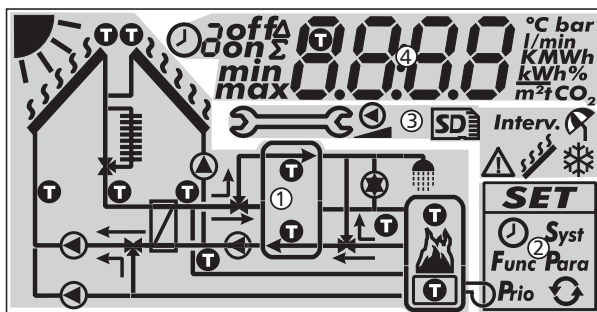

Fig. 8 : Aperçu des zones d'affichage (l'ensemble des éléments est représenté)
Le tableau suivant décrit les symboles du graphique du système (① sur la Fig. 8).
Le menu de configuration (② sur la Fig. 8) contient les entrées suivantes :
Le tableau suivant décrit les pictogrammes pour les fonctions (③ sur la Fig. 8).
L'affichage des valeurs d'exploitation et de configuration (④ sur la Fig. 8) se compose des éléments suivants :
①	Symbole pour le contrôle temps des fonctions. Le symbole s'affiche lorsque : <ul style="list-style-type: none"> <li>• une limite de temps ou un contrôle temps est configuré.</li> <li>• l'état de la limite de temps ou du contrôle temps est affiché.</li> <li>• la limite de temps bloque un contrôle température (le symbole clignote).</li> </ul>
②	Numéro de la plage horaire qui vient d'être définie/affichée dans le menu de configuration ou dans laquelle se situe l'heure actuelle. Le contrôle temps d'une fonction se compose de 1 ou 3 plages horaires réglables. Exemple : Plage horaire 1 : 06:00 – 08:00 Plage horaire 2 : 11:00 – 12:30 Plage horaire 3 : 17:00 – 19:00
③	Informations complémentaires : on, off: état de commutation/condition de commutation activé, désactivé max, min: valeur maximum , valeur minimum $\Sigma$ : valeur cumulée d'exploitation depuis la première mise en service, non-réinitialisable $\Delta$ : valeur cumulée d'exploitation depuis la dernière remise à 0
④	Le symbole s'affiche lorsqu'une sonde de température est sélectionnée pendant le réglage d'une fonction.
⑤	Affichage de : <ul style="list-style-type: none"> <li>• valeurs de mesure</li> <li>• valeurs de configuration</li> <li>• codes d'erreur</li> <li>• autres informations, version du logiciel p. ex.</li> </ul>
⑥	Unité physique des valeurs affichées dans ⑤ : °C, bar, l/min, K, MWh, kWh, %, m 2 , tCO 2